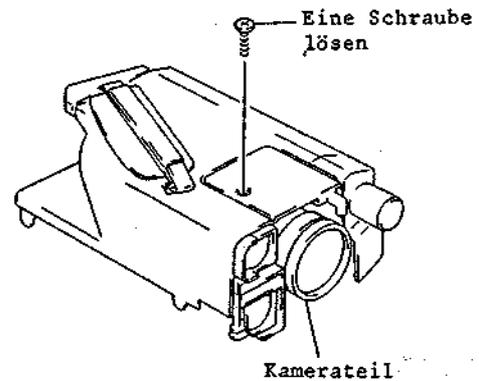

Abb. 2-8 Ausbau des Kamerateils
(Abb. 2-8, 2-9)**
6. Eine (1) Befestigungsschraube des Kamerateils entfernen (siehe Abb. 2-8).
6. Das Kamerateil ausbauen (siehe Abb. 2-8, 2-9).